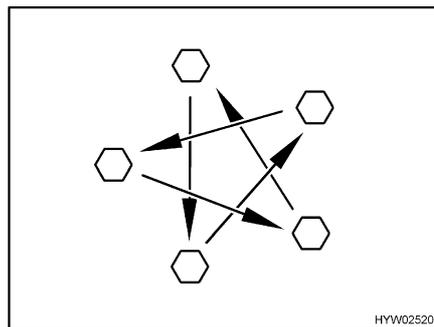

Bild 87 Radmuttern oder Radschrauben über Kreuz anziehen
- Radmuttern oder Radschrauben regelmäßig auf festen Sitz prüfen. Radmuttern oder Radschrauben eines ausgewechselten Rades nach 50 km über Kreuz nachziehen (Bild 87).